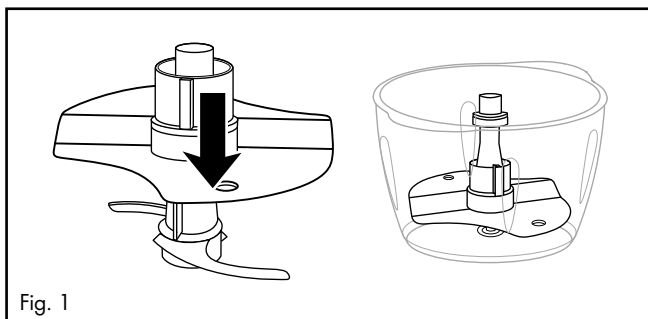

Fig. 1
- Pour fouetter 200 - 400 ml de crème, montez le disque émulsionneur **12** sur le porte-lame **7** de sorte que le disque émulsionneur **12** repose sur les deux parties de la lame **8** et s'encrente (fig. 1) :